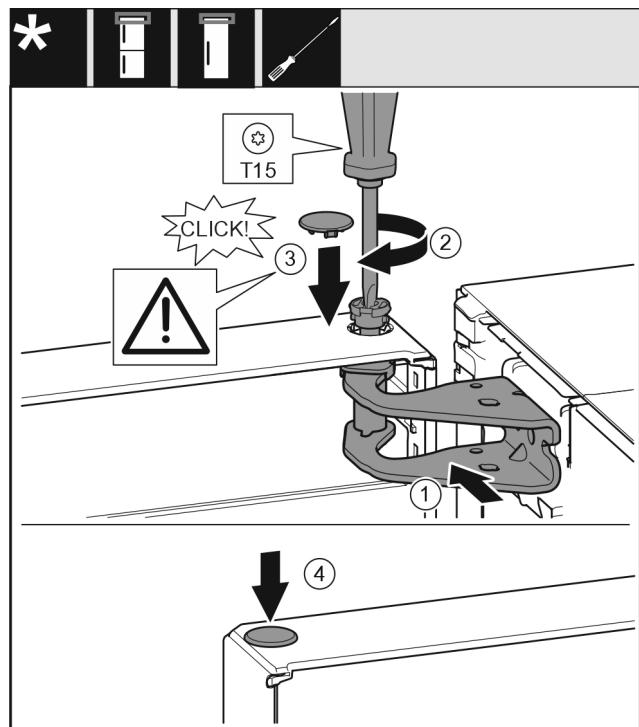

Fig. 21
- ▶ Poravnajte gornja vrata prema otvoru u podlošku ležaja. Fig. 21 (1)
- ▶ Umetnите svornjak Fig. 21 (2) i pritegnite ga odvijačem.
- ▶ Montirajte sigurnosni pokrov Fig. 21 (3) radi osiguravanja vrata: Umetnите sigurnosni poklopac i provjerite naliježe li na vrata. U suprotnom potpuno umetnите svornjake.
- ▶ Umetnите čep Fig. 21 (4).